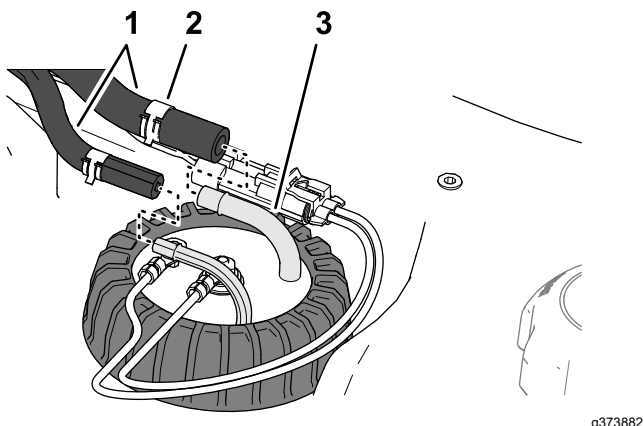

Figure 128
5. Branchez les flexibles sur les raccords du transmetteur de niveau de carburant, et fixez-les en place sur les raccords avec les colliers (Figure 128).